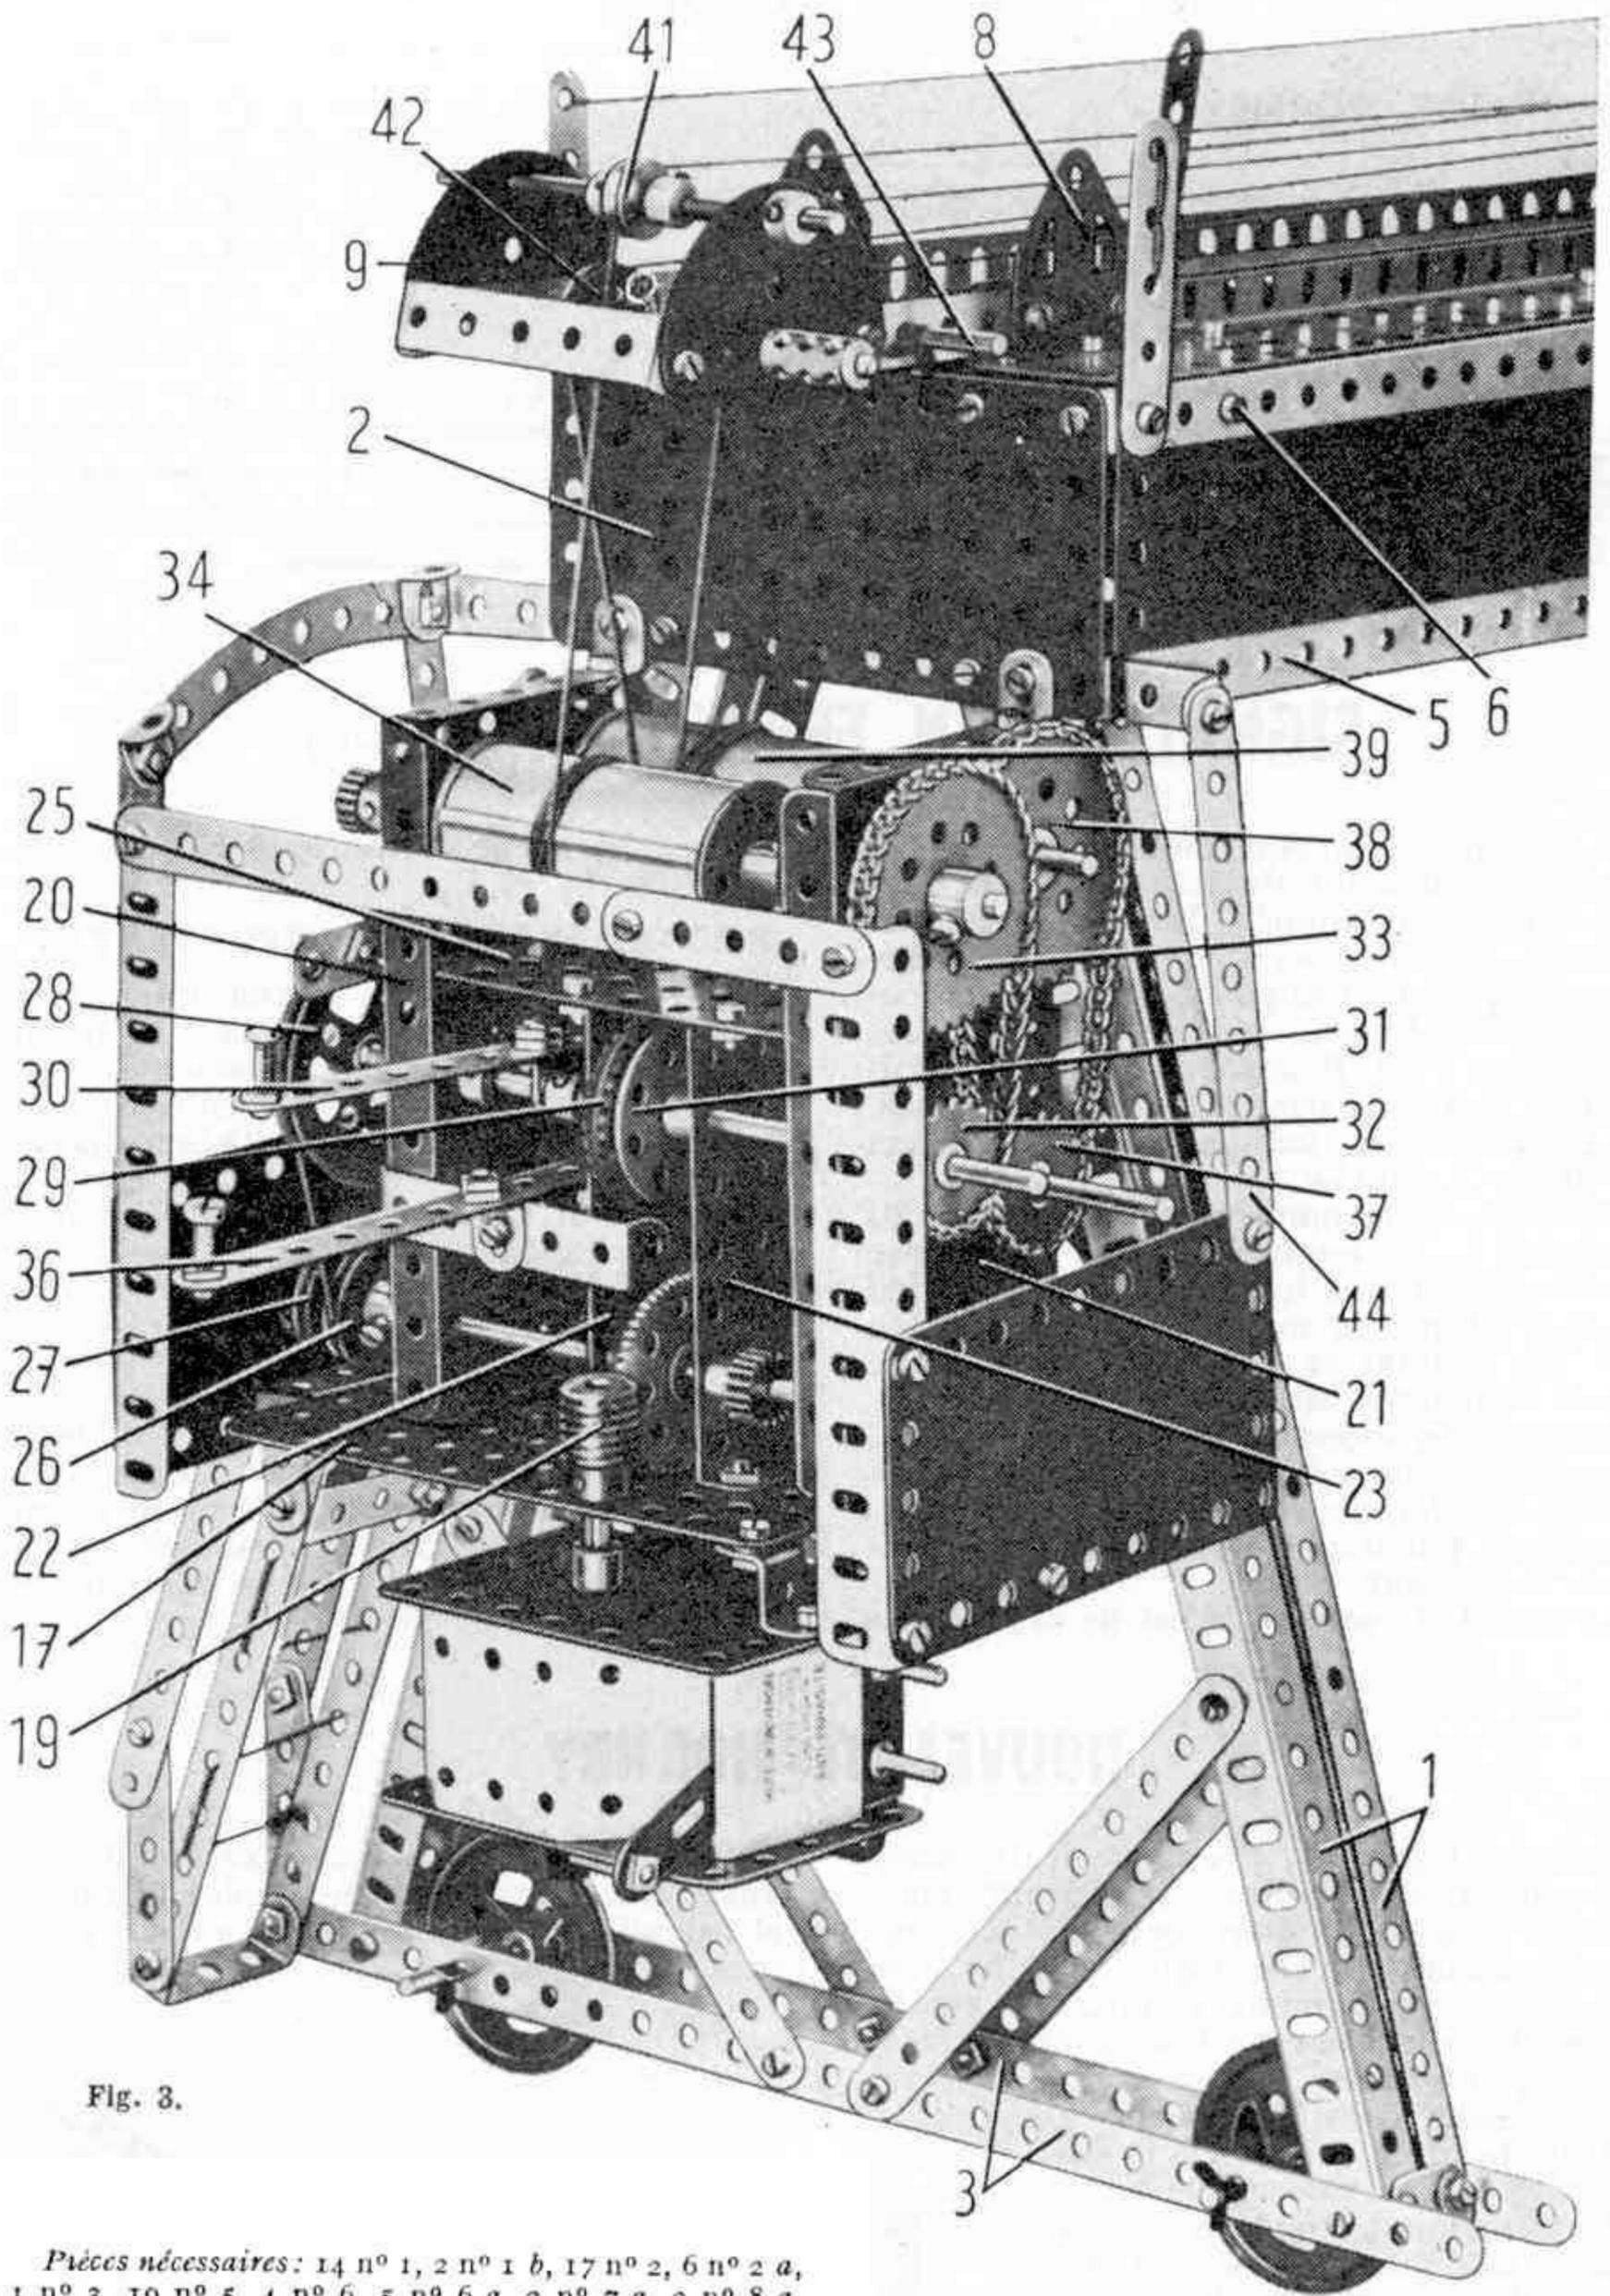

Fig. 3.
Le moteur et les mécanismes (fig. 3).
Deux plaques à rebords de 14×6 cm. (20) et (21) et deux de 9×6 cm. (22) et (23) sont boulonnées verticalement sur la plaque (17) comme le montre la figure 3. Un des angles supérieurs des plaques (20) et (21) est relié à la plaque (2) extérieure par des équerres. Ces deux plaques sont réunies, côté portique, par une plaque sans rebords de $11,5 \times 6$ cm. (24) (fig. 1). Une autre plaque de $11,5 \times 6$ cm. (25) est boulonnée sur les rebords supérieurs des plaques (22) et (23) dont elle assure la tenue en s'encastrant exactement entre les plaques (20) et (21).
La cabine a été démontée sur la figure 3, afin de montrer le mécanisme. Chacun de ses côtés est formé par une cornière de 11 trous et une plaque flexible de $11,5 \times 6$ cm. Cette plaque porte à son angle supérieur une bande de 9 trous (44). La bande (44) est reliée à la cornière de 11 trous par une bande incurvée épaulée de 10 cm. que prolonge un support plat et à l'extrémité d'une des bandes (5) du portique par une équerre renversée de 25 mm. Les cornières de 11 trous sont réunies à leur extré-